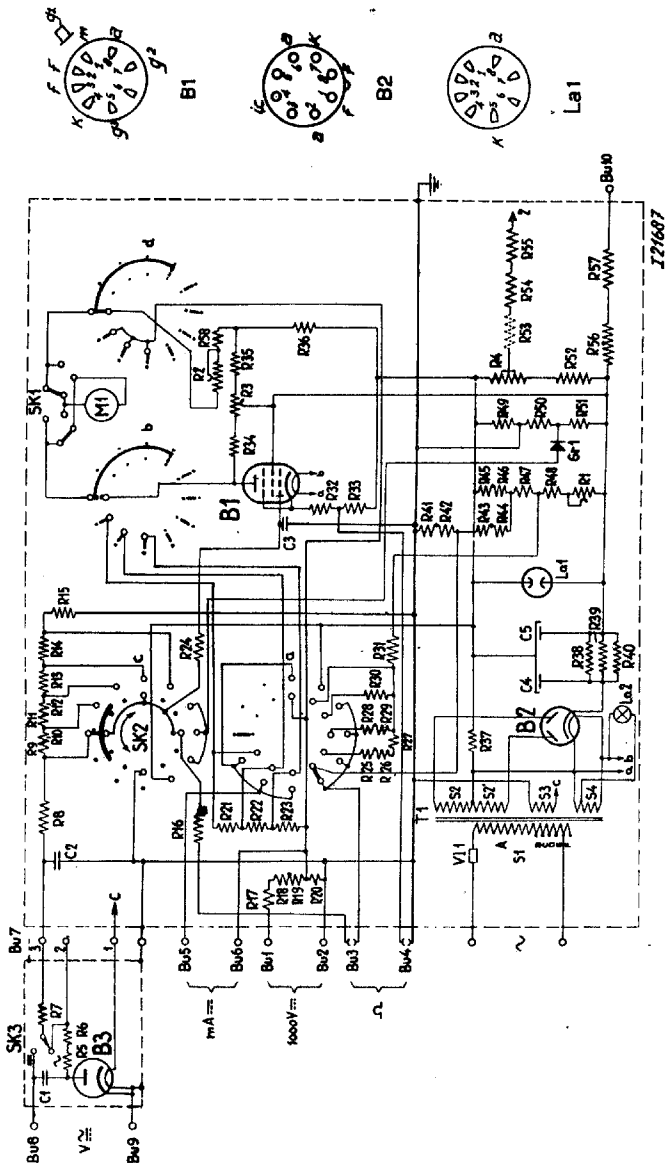
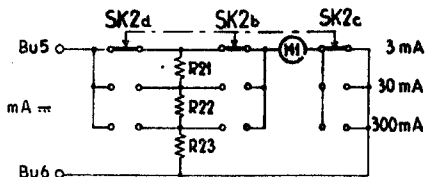

Fig.1
Fig.2
BESCHRIJVINGa. Stroomgebieden (gelijkstroom) (zie fig.2)
Voor deze metingen behoeft het apparaat niet aan het net te worden aangesloten. De meter M1 wordt in de te meten keten opgenomen via de aansluitklemmen Bu5 en Bu6. Indien de meter verkeerd om uitslaat, schakelaar SK1 omschakelen (zie fig.1). In fig.2 is SK1 weggelaten.
f. Voeding (fig. 1)